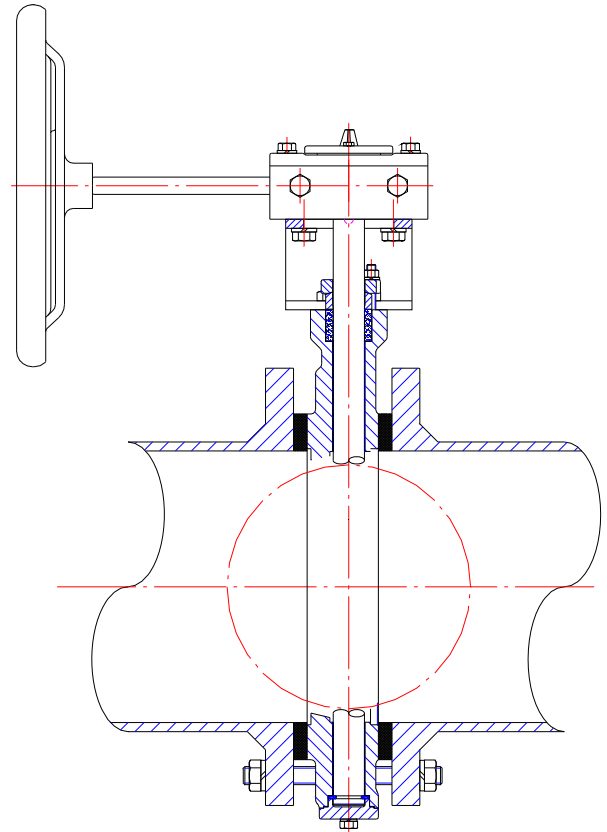

Fig.6
7.6 将阀门装置于两法兰之间并与法兰同心，如此可防止阀瓣于操作中磨擦管壁而损坏。(Fig.6)